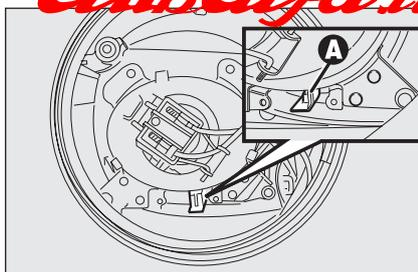

fig. 89
- spostare lateralmente la leva **A**-fig. 89.